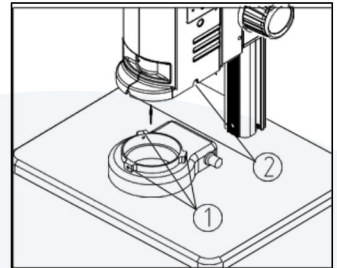

Abb.2
Führen Sie das LED Ringlicht entsprechend der Pfeilführung an das Mikroskopstativ heran. Richten Sie die drei Schraub­löcher (1) auf die Gewindenut (2) aus und ziehen Sie die Schrauben fest. (Siehe Abb. 2)